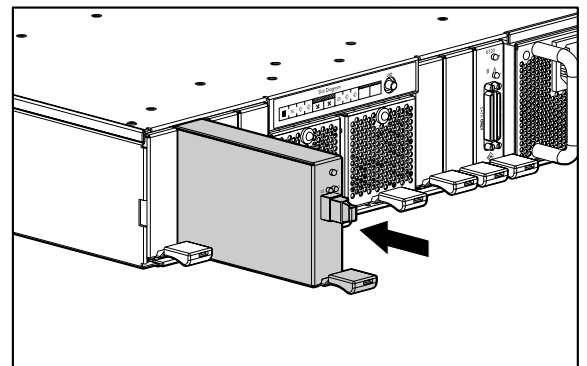

Figura 11: Installazione del modulo di I/O a canale in fibra ottica
1. Fare scorrere il modulo di I/O a canale in fibra ottica nell'alloggiamento finché non scatta in posizione, come illustrato nella Figura 11.